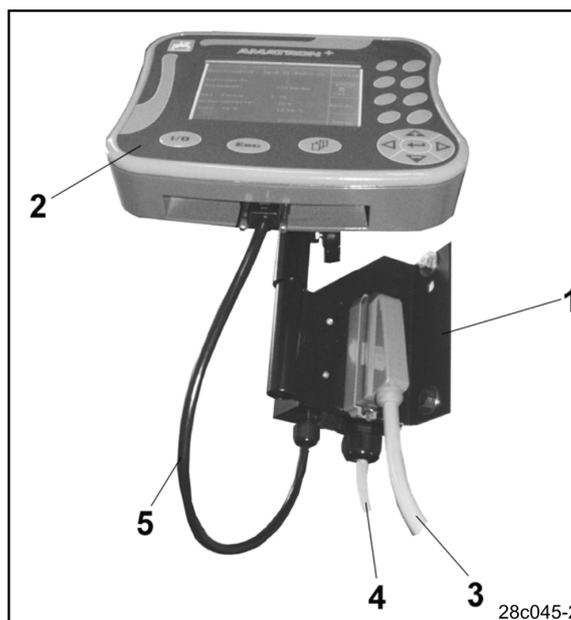
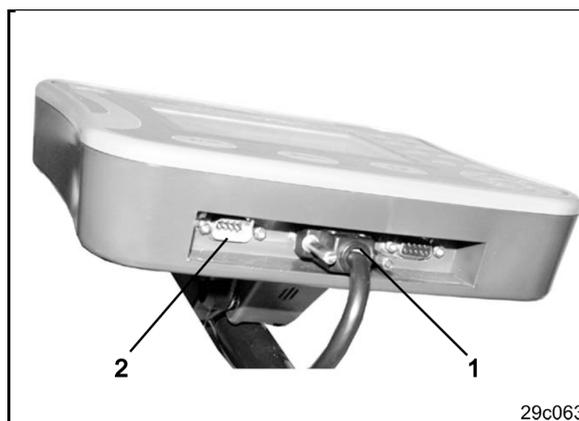

Fig. 3
Fig. 4
Ejemplo (Fig. 3/6):
El terminal (Fig. 3/2) es un aparato universal y puede ser conectado a cualquier máquina **AMAZONE** con el procesador de trabajos **AMATRON⁺**.
El terminal (Fig. 3/2) o bien la consola (Fig. 3/1) se conectan de la siguiente manera:
1. La sembradora se conecta mediante el conector de la máquina (Fig. 3/3)
2. El cable de conexión de la batería (Fig. 3/4) se conecta a la batería del tractor. Indicaciones para la alimentación de corriente eléctrica, véase el cap. 3.3
3. Conectar el cable de conexión (Fig. 3/5) al terminal (Fig. 3/2).
4. Introducir la clavija del cable de conexión (Fig. 3/5) en el casquillo intermedio Sub-D de 9 polos (Fig. 4/1)
Las interfaces de serie (Fig. 4/2) permiten la entrada de un terminal GPS.